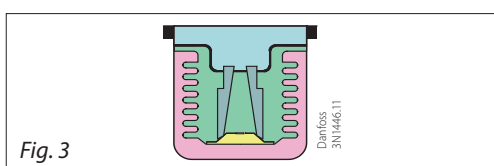

Fig. 3
3. **Fig. 3.** Sonde intégrée dans l'élément thermostatique hermétique.